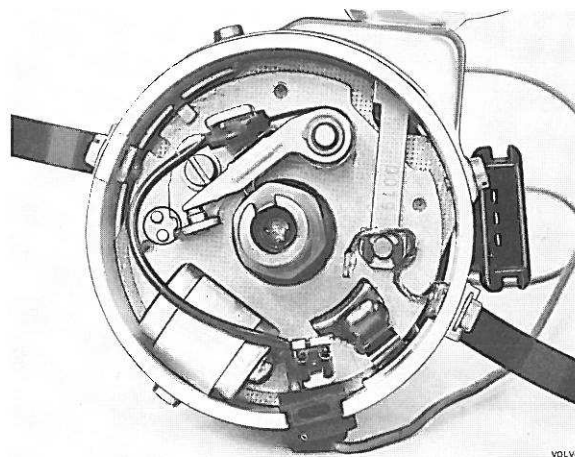

Fig. 3-55. Evidement pour réglage de contacts de rupteur
2. Le réglage s'effectue en desserrant un peu la vis pour les contacts de rupteur, puis en introduisant un tournevis dans les évidements, fig. 3-55. Ensuite, tourner jusqu'à ce que l'angle de contact soit correct.